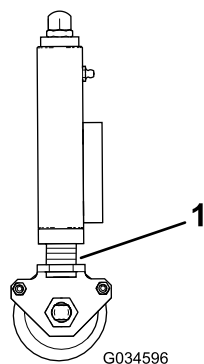

Figura 32
3. Certifique-se de que todas as unidades de corte estão definidas à mesma altura de corte verificando os anéis indicadores (Figura 32).